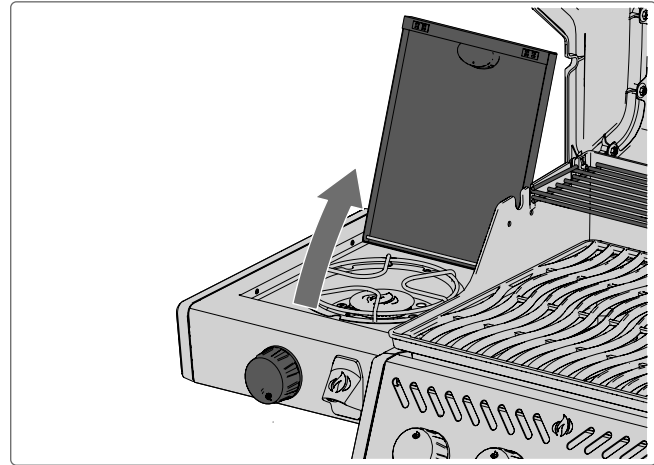

Рис. 9
1. Откройте крышку конфорки (Рис. 9).